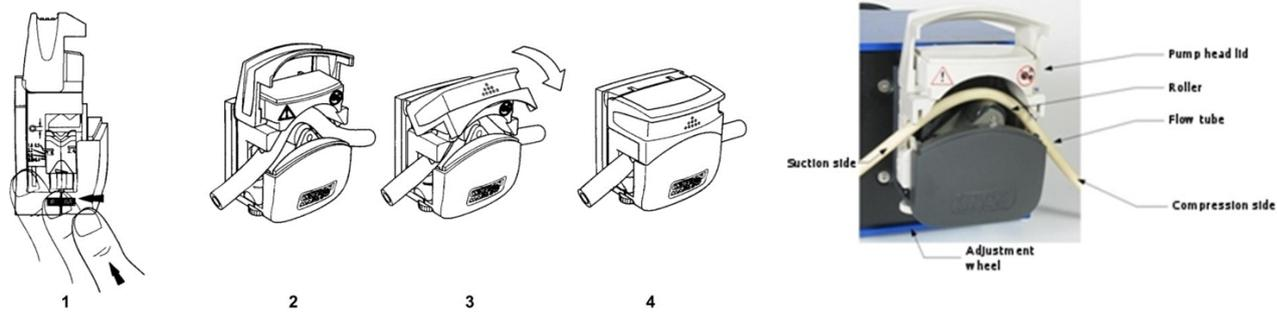

Figure 1
2. Réglez le collier de serrage du côté aspiration sur le diamètre correct du tuyau afin que le tuyau ne soit pas tiré dans la tête de la pompe ou serré. Ce réglage se fait avec la molette de réglage blanche. Une échelle est réalisée sur la tête de la pompe indiquant le diamètre intérieur du tuyau. Assurez-vous que la ligne sur le collier de serrage correspond à l'échelle de mesure sur la tête de la pompe. Le couvercle de la tête de pompe doit être complètement ouvert. Le collier de serrage côté pression doit être complètement ouvert. (fig.1.)